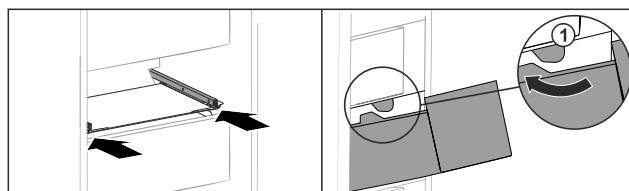

Fig. 217
- ▶ Vedte zásuvku podél zářezek Fig. 217 (1).